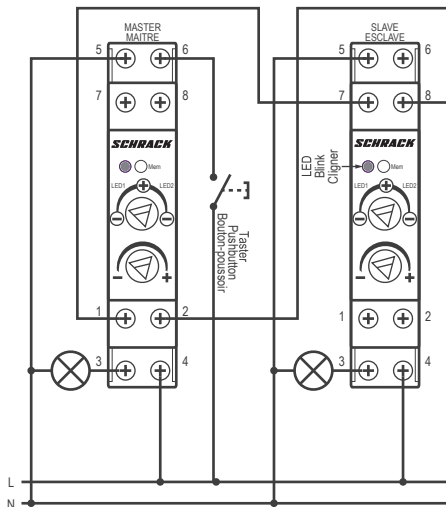

Fig.2
- Fig. 2: Master/Slave Installation.
- 5 - Wenn die Installation über einen (oder mehrere) Taster gesteuert wird, dann schalten Sie die Leuchten durch ein kurzes Betätigen ein, drücken Sie Taster anschließend erneut und halten Sie ihn gedrückt bis das Mindestdimmlvel erreicht ist. Lassen Sie nun den Taster los und stellen Sie sicher, dass die Leuchten nicht flackern. Falls sie flackern sollten, müssen Sie das Mindestdimmlvel korrigieren. Dazu drehen Sie den Drehknopf (A) solange im Uhrzeigersinn (Richtung "+"), bis die Lampen nicht mehr flackern. Wenn Sie die Leuchten mit dem Drehknopf (B) steuern so drehen Sie den Knopf auf das möglichste Minimum (kurz vor dem Ausschalten) und justieren Sie das Mindestdimmlvel mit dem Drehknopf (A) wieder nach, bis die Leuchten nicht mehr flackern. Mit dieser Einstellung verhindern Sie das Flackern der Leuchten und ermöglichen eine homogene Ausleuchtung.
Working as Slave: Fig. 2
- Fig. 2: Master/Slave installation.
Fonctionnement avec un Esclave (Fig. 2)
- Figure 2: Installation Maître/Esclave.